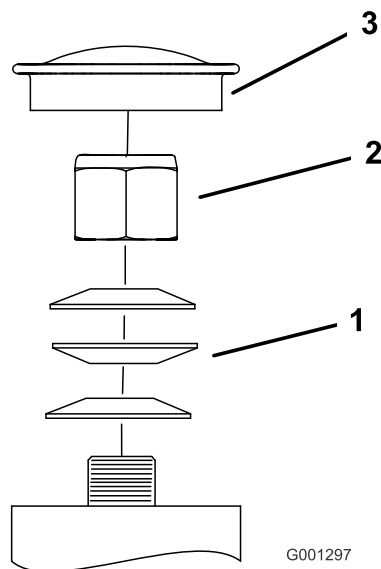

Figura 68
3. Retire o tampão antipoeira da roda e aperte a porca de bloqueio (Figura 68).
4. Aperte a porca de freio até que as anilhas de mola estejam planas e, em seguida, recue 1/4 de volta para aplicar devidamente a pré-carga nos rolamentos (Figura 68).
5. Instale o tampão antipoeira (Figura 68).
**Importante:** Certifique-se de que as anilhas de mola estão corretamente montadas como apresentado na Figura 68.